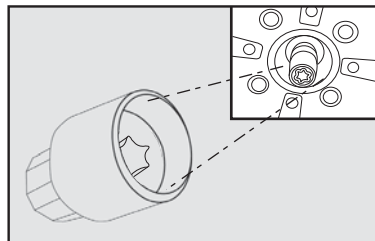

fig. 16
- Algunas versiones disponen de dispositivo antirrobo para la rueda de repuesto. Saque de la bolsa portaherramientas la llave específica **fig. 16**, que desbloquea el mecanismo antirrobo.
Para destrabar la rueda de repuesto, encaje la extremidad de la llave antirrobo **fig. 16** en el mecanismo antirrobo y la otra extremidad en la llave de rueda en dotación al vehículo, para posteriormente girar todo el conjunto en sentido antihorario.